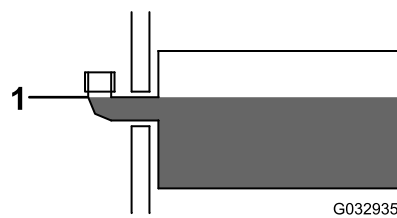

Figure 38
3. Retirez le bouchon de remplissage du réservoir hydraulique (Figure 38).
4. Versez lentement du liquide hydraulique BOSS haute performance dans le réservoir jusqu'à ce que le niveau atteigne le bas du coude de remplissage (Figure 38).